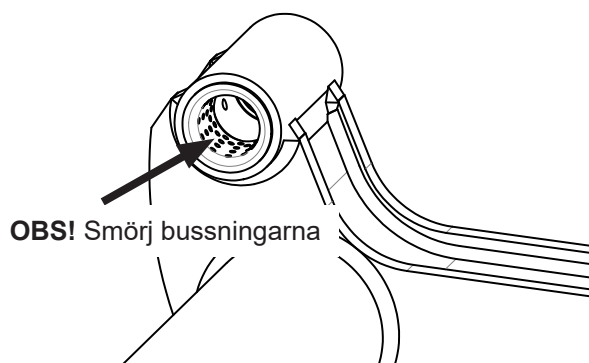

Bild 43. Var noga att initialsmörja metallbussningar
2. Smörj metallbussningarna på övre lagring av arm, se till att de små hålen på bussningens insida är fyllda med fett. Se Bild 43. Använd Zepro smörjmedel eller motsvarande.